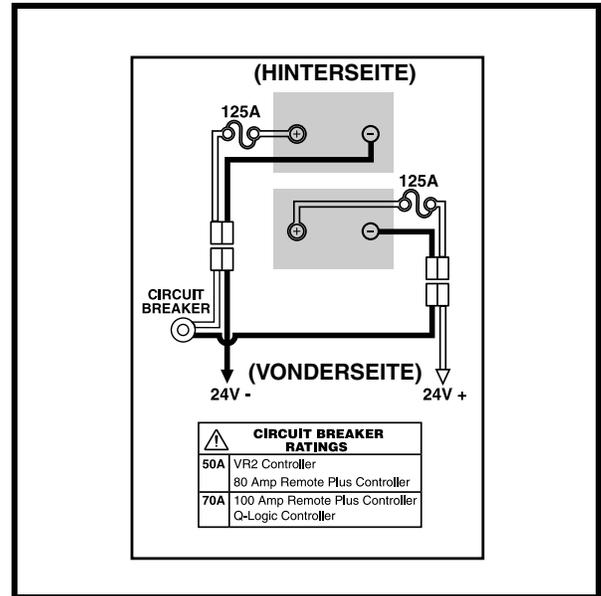

Abb. 24. Batterie Schaltplan
Ein Schaltplan der Batterieverkabelung ist auf einem Hinweisschild auf der Batterieabdeckung dargestellt. Siehe **Abbildung 24**. Die richtigen technischen Daten für die Batterie finden Sie in der Tabelle mit den technischen Daten im „Anhang I - Technische Daten“.
5. Finden Sie die Batterieschnellverschlüsse an dem Rahmen und entfernen beide. Siehe **Abbildung 24**.
- Verbinden Sie die Batterieschnellverschlüsse entsprechend dem Schaltplan an dem Rahmen. **Siehe Abbildung 24.**